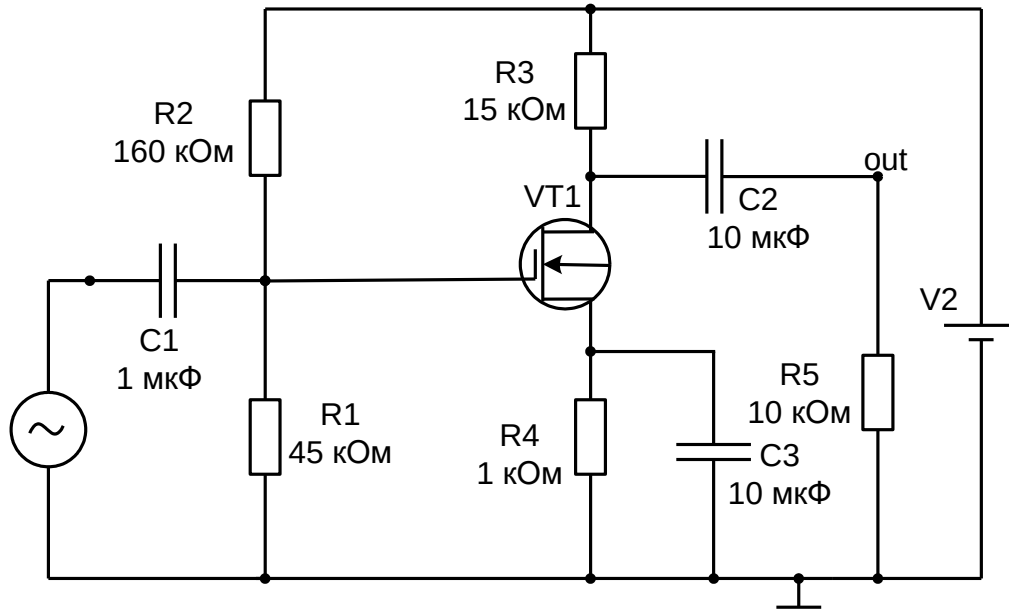

Рис. 4.2. Усилительный каскад ОИ со входным делителем на МДП–транзисторе
2.1. Постройте схему, изображенную на рис. 4.2: напряжение питания у истока (V2) 15 В, входной сигнал V1 амплитудой 0.01 В и частотой 10 кГц, модель транзистора – согласно варианту.